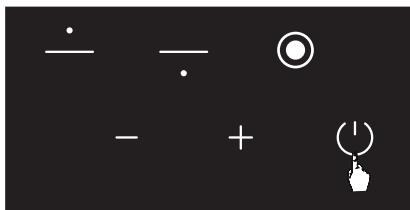

Рис. 11
- Нажмите кнопку **(** чтобы выключить варочную панель (см. Рис. 11).